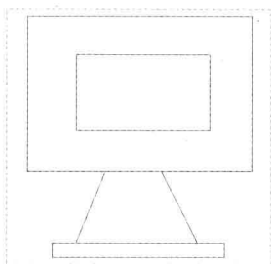

图 2-89 图形文件
Step 01 按【Ctrl+O】组合键,打开图形文件,如图2-89所示。